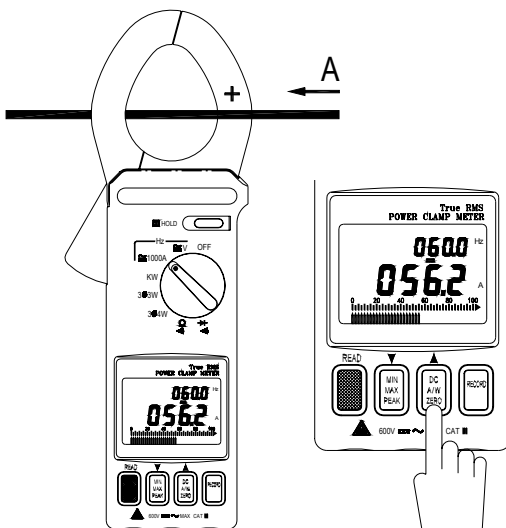

Figura 15
1. Impostare il selettore sulla posizione '1000 A' (consultare figura 15).